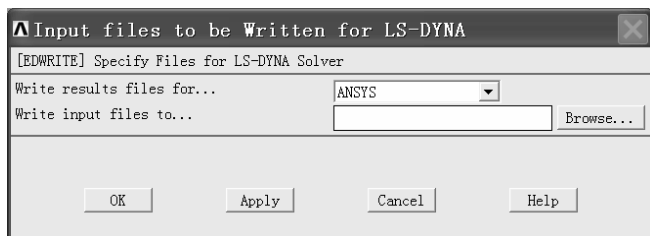

图 4-56 “Input files to be Written for LS-DYNA” 窗口
(1) 依次选择 Main Menu>Preprocessor>Solution>Write Jobname.k, 弹出“Input files to be Written for LS-DYNA”窗口(见图 4-56)。